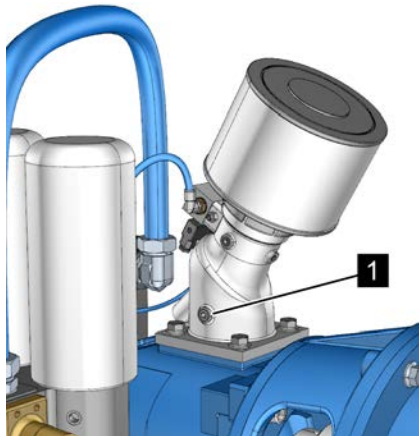

Рис. 32: Резьбовая пробка регулятора впуска
1. Отверните резьбовую пробку регулятора впуска (Рис. 32/1).
2. Залейте охлаждающую жидкость в резьбовую пробку регулятора впуска (Рис. 32/1).
3. Закрутите резьбовую пробку регулятора впуска (Рис. 32/1) (☞ Приложение В «Моменты затяжки винтов» на странице 126).